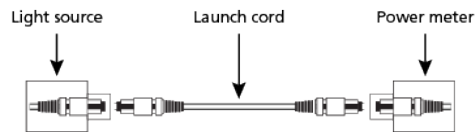

Figura 7. Definir a referência
1. Define uma referência entre a fonte de luz e o medidor de potência, usando o cabo de lançamento (veja a figura 7).